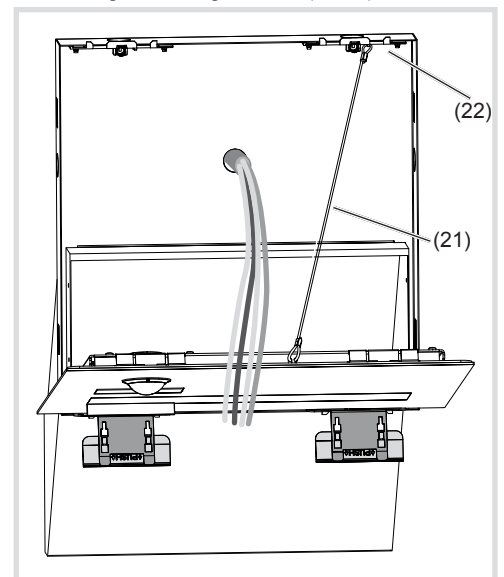

Bild 7: Installationsposition Briefkastenfront Audio
(19) Öffnungswerkzeuge (20) untere Befestigungselemente
- Die Schlaufen des Sicherungsseils (21) zwischen mittigem oberem Einhänger der Briefkastenfront und oberem rechten Befestigungselement (22) im Gehäuse einhängen. Die Briefkastenfront Audio zur Installation auf die Öffnungswerkzeuge stellen (Bild 7).